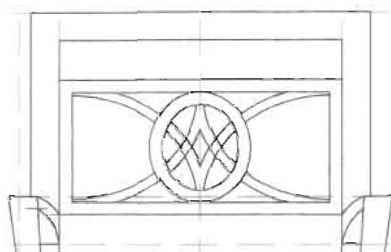

图 6-86
(9) 按空格键继续执行“镜像”命令, 将已有的弧线沿水平中心辅助线镜像复制, 如图 6-86 所示。